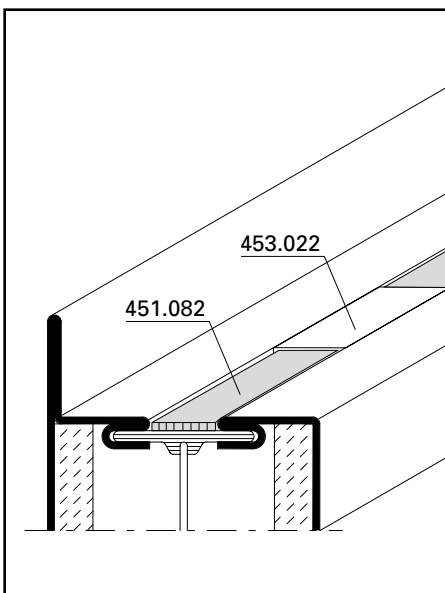

Abb. 13 / Fig. 13 / Fig. 13
- Im Bereich des Glasklotzes 453.022 muss das Brandschutzlaminat ausgespart werden (Abb. 13).
- Dans la zone de la cale de vitrage 453.022, la bande de protection incendie doit avoir une encoche (fig. 13).
- The fire-resistant laminate needs to be notched in the area of the glazing bridge 453.022 (Fig. 13).